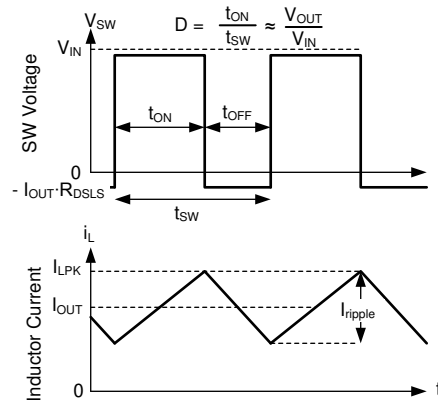

图 7-10. 连续导通模式 (CCM) 下的 SW 电压和电感器电流波形
有关 LM656x5 的以下运行说明，请参阅节 7.2 和图 7-10 中的波形。两者都以变化的占空比 (D) 打开内部高侧 (HS) 和低侧 (LS) NMOS 开关，从而提供稳定的输出电压。在 HS 开关导通期间， V_{SW} 端子电压 V_{SW} 摆动至大约 V_{IN} ，电感器电流 i_L 以线性斜率增加。HS 开关由控制逻辑关闭。在 HS 开关关闭时间 t_{OFF} ，LS 开关打开。电感器电流通过 LS 开关放电，这会强制 V_{SW} 通过 LS 开关两端的压降摆动到地电位以下。稳压器环路调节占空比以保持恒定的输出电压。D 由 HS 开关在开关周期内的导通时间定义： $D = T_{ON}/(T_{ON} + T_{OFF})$ 。